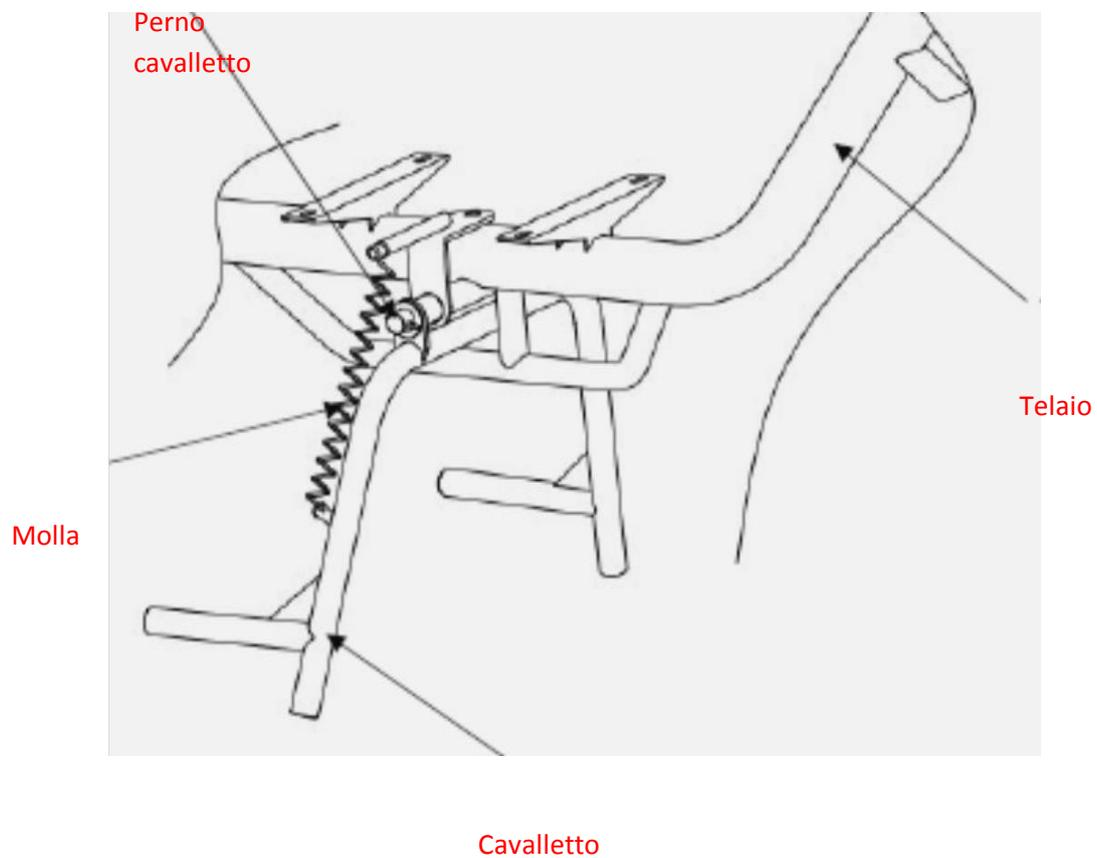

Figura 2
- b. Inserire la molla ai supporti e tirarla come indicato in figura 2.